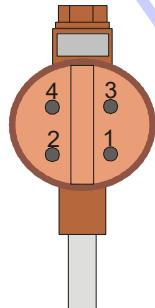

Рисунок 2 – Расположение клемм в контактной колодке
6.2 Произведите подключение ТС к вторичному преобразователю с учетом схемы подключения ЧЭ (см. рис. 1, рис. 2). При монтаже внешних связей необходимо обеспечить надежный контакт проводников для подключения ТС.